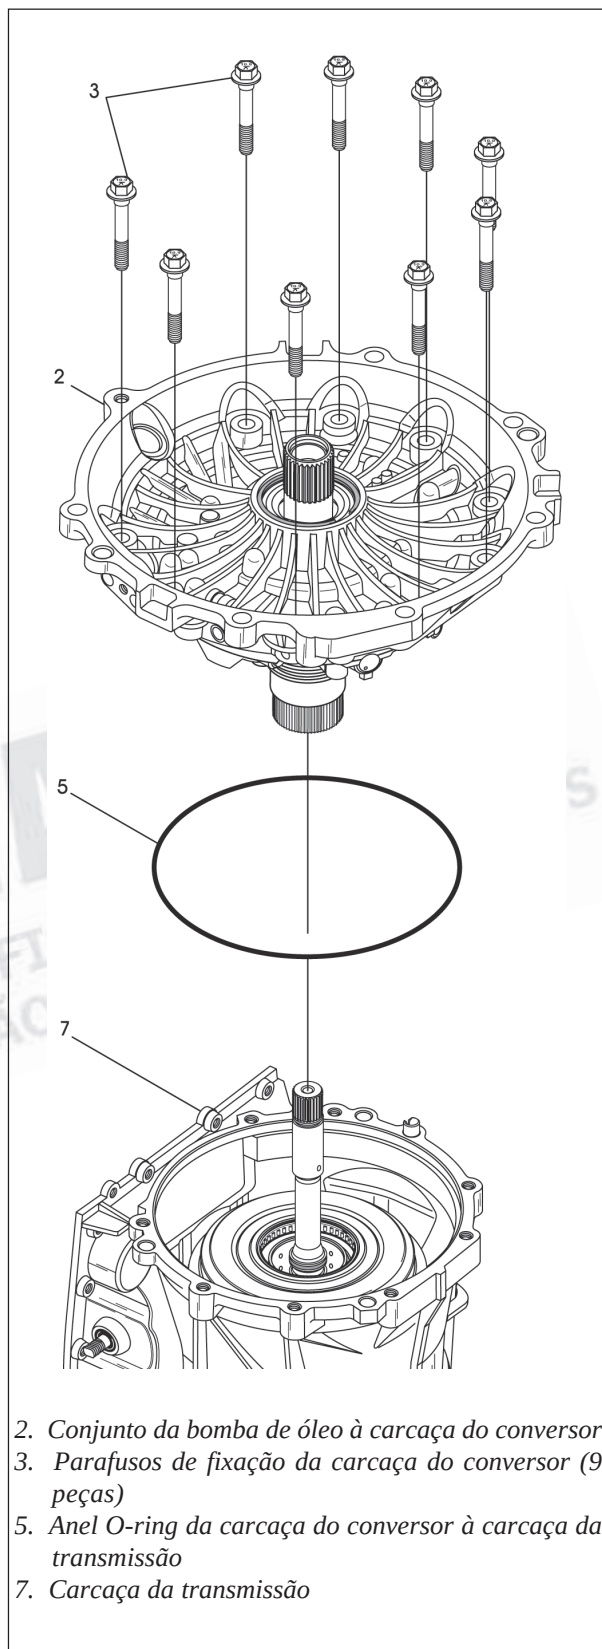

Figura 44
1. Gire a transmissão de maneira que a carcaça do conversor fique voltada para cima, conforme mostra a figura 44.
3. Remova os nove parafusos de fixação da carcaça da transmissão à carcaça do conversor de torque conforme mostra a figura 44. **Nota: Não existem arruelas nestes parafusos.**
4. Remova a carcaça do conversor e conjunto da bomba de óleo, mostrado na figura 44.
5. Remova e descarte o anel O-ring da carcaça do conversor à carcaça da transmissão, segundo a figura 44.